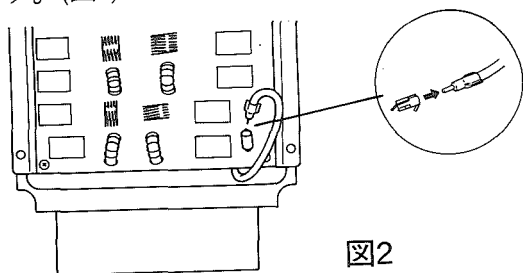

図2
3. ファンモーターに近い側の同軸ケーブルを抜きます。(図2)